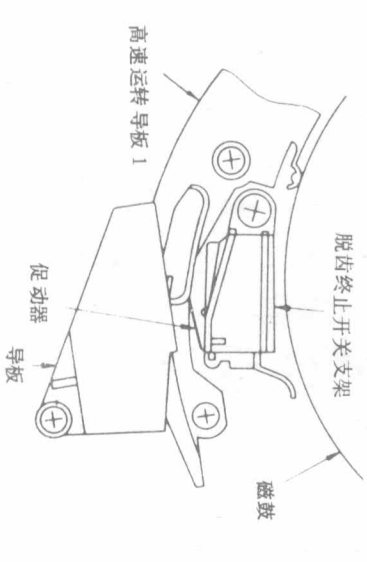

图 20 脱齿终止开关
- 2) 确认脱齿终止开关用的促动器并非图 20 所示的呈松开状态（用手缓慢地转动内齿轮，应听到“卡嗒”声）。